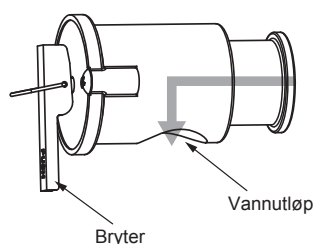

Fig. 4-2
4.4. Deler som krever regelmessig inspeksjon (Fig. 4-2)